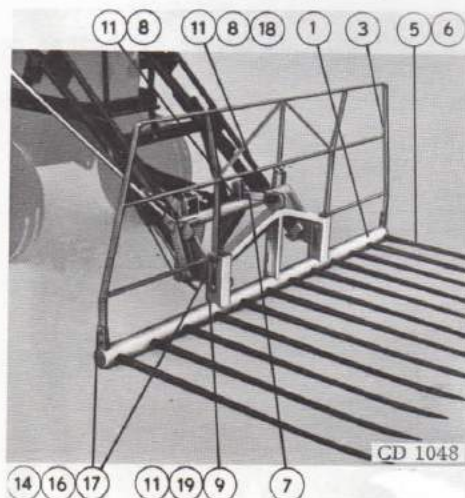

Fig. 31 - Vis de fixation du cadre vertical.
Monter le cadre vertical (3) de la fourche à fourrage sur la traverse porte-dents (1) à l'aide des huit vis 3/8" (14-16-17) fournies à cet effet (fig. 31).